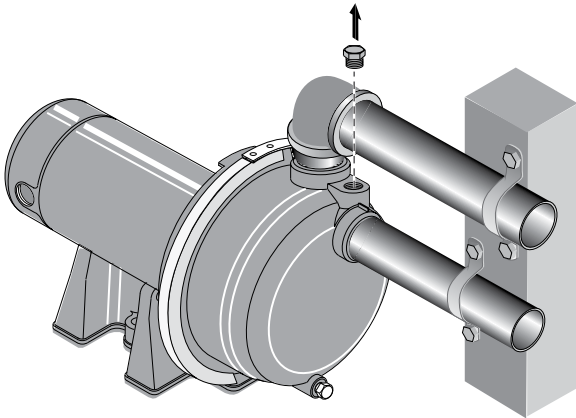

Figure 14 – Déposer le bouchon d'amorçage
1. Déposer le bouchon d'amorçage (Figure 14).